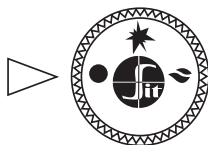

Рис. 9
- 7.2. В исходном (выключенном) положении ручка управления находится в положении «точк » (рис. 9). Пилотная и основные горелки погашены (подача газа к ним заблокирована).
- 7.5. **Выключение** п п р т производится путем поворота ручки в положение «точк» (рис. 9). При этом пилотная и основные горелки (если горят) погаснут.